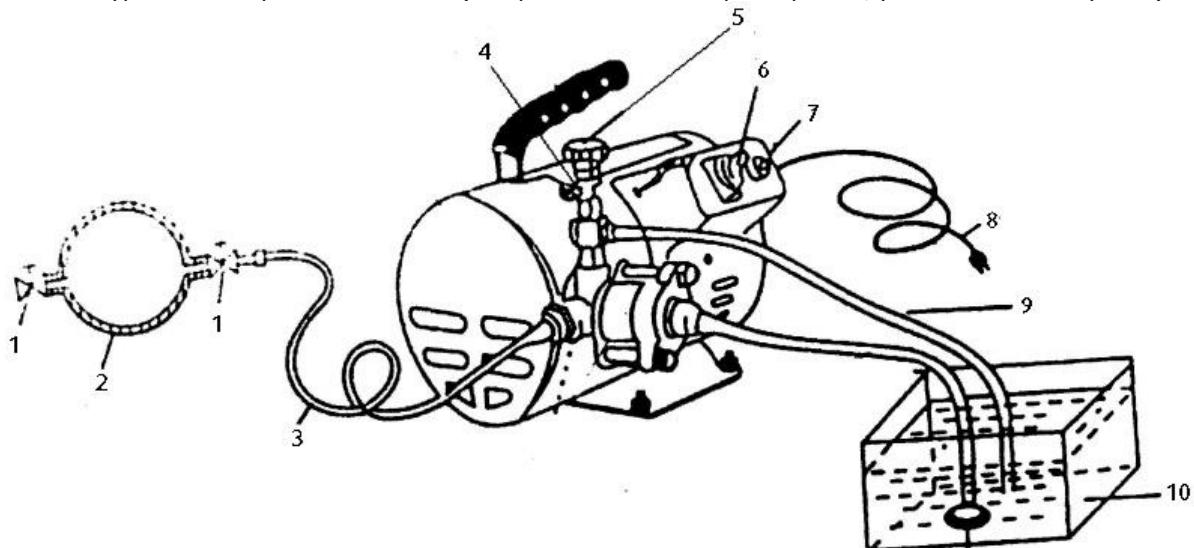

Рисунок 1.
- Опустите всасывающий шланг с сетчатым фильтром и сливной шланг в бак для воды (подходит любая емкость) (Рис. 1).